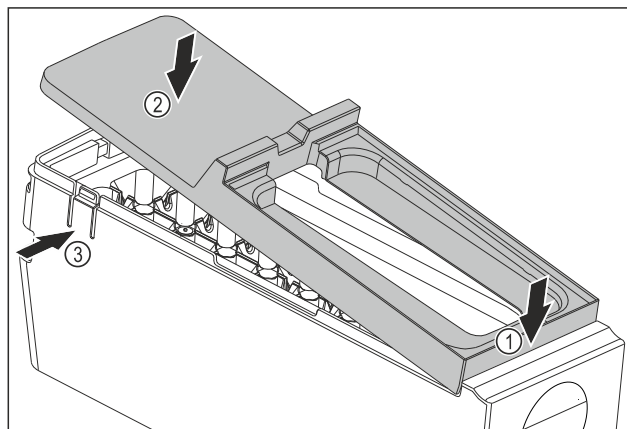

Fig. 175
- ▶ Montáž krytu korpusu EasyTwist-Ice: Nasadte kryt na přední stranu. Fig. 175 (1)
- ▶ Spusťte kryt vzadu dolů. Fig. 175 (2)
- ▶ Kryt slyšitelně zaklapne v obou lamelách Fig. 175 (3).